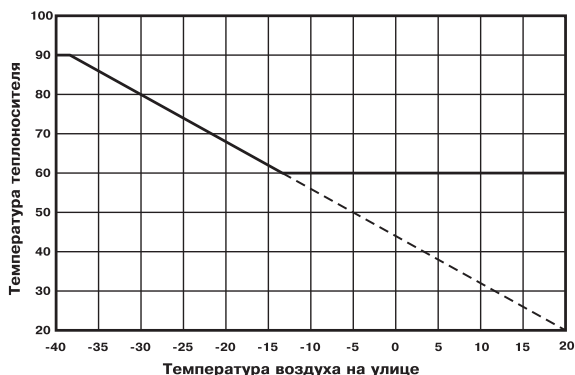

Рис.11 График зависимости температуры воды от температуры наружного воздуха.
7.4.7. Если установлен датчик наружной температуры, имеется возможность включить режим погодозависимого регулирования (см. пункт 7.5.9.). Для корректной работы в этом режиме необходимо отключить датчик температуры воздуха в помещении (22) Прил.1. Установите необходимую температуру воды при определенных значениях температуры на улице. Для расчета графика регулирования используются две точки, введенные в меню “Погод регулирование”. Например, при параметрах (80°C теплоносителя при -30°C на улице) график регулирования будет выглядеть как на рис. 11.